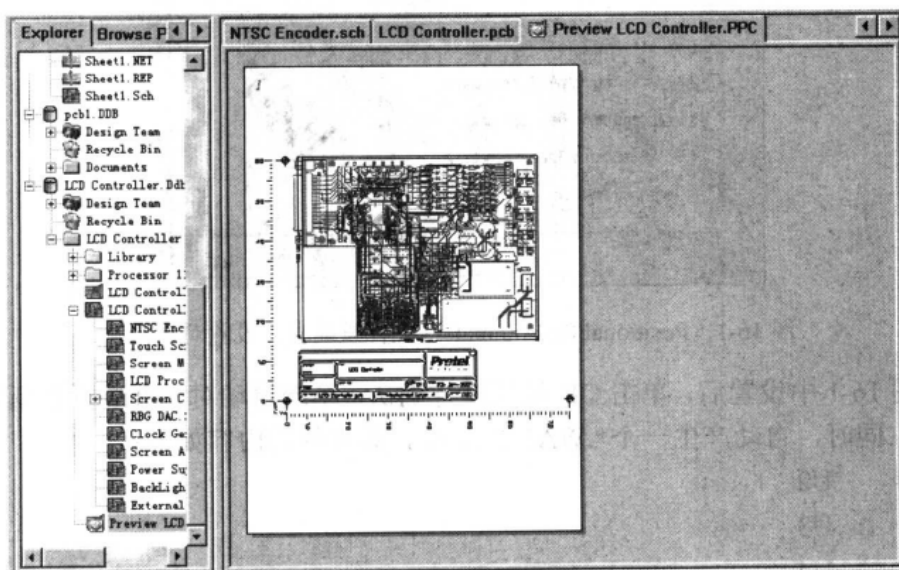

图 16-2 Preview LCD Controller.PPC 文件
- （2）命令执行后，系统将自动生成 Preview LCD Controller.PPC 文件，如图 16-2 所示。